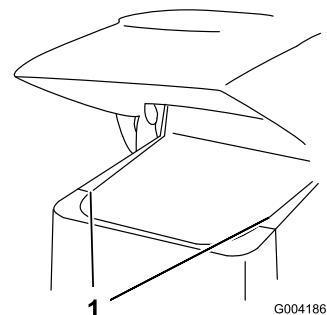

Рисунок 25
- Сдвиньте вверх боковые жалюзи (Рисунок 25) и извлеките их из пазов в передних жалюзи и каркасе.